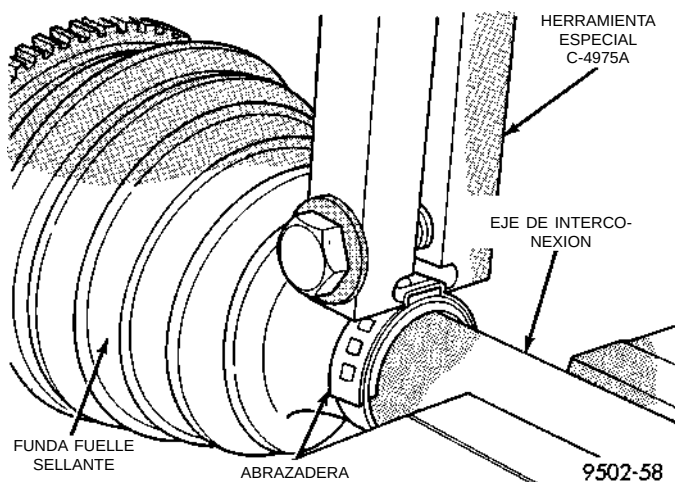
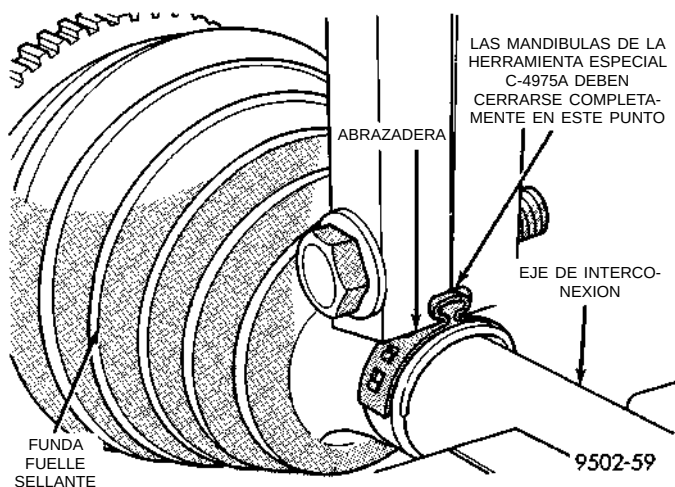

Fig. 50 Herramienta plegadora instalada en la abrazadera de funda fuele sellante
Fig. 51 Abrazadera de retención de la funda fuele sellante instalada
(6) Instale la abrazadera de la funda fuele sellante externa de la junta homocinética al eje de interconexión de forma uniforme en la funda fuele sellante.
(7) Inmovilice con la abrazadera la funda fuele sellante en el eje de interconexión mediante la Herramienta plegadora, Herramienta especial C-4975-A, y ateniéndose al procedimiento siguiente. Coloque la Herramienta plegadora C- 4975-A sobre el puente de la abrazadera (Fig. 50). Apriete la tuerca en la Herramienta plegadora C- 4975-A hasta que las mandíbulas de la Herramienta se hayan cerrado completamente, cara a cara (Fig. 51).